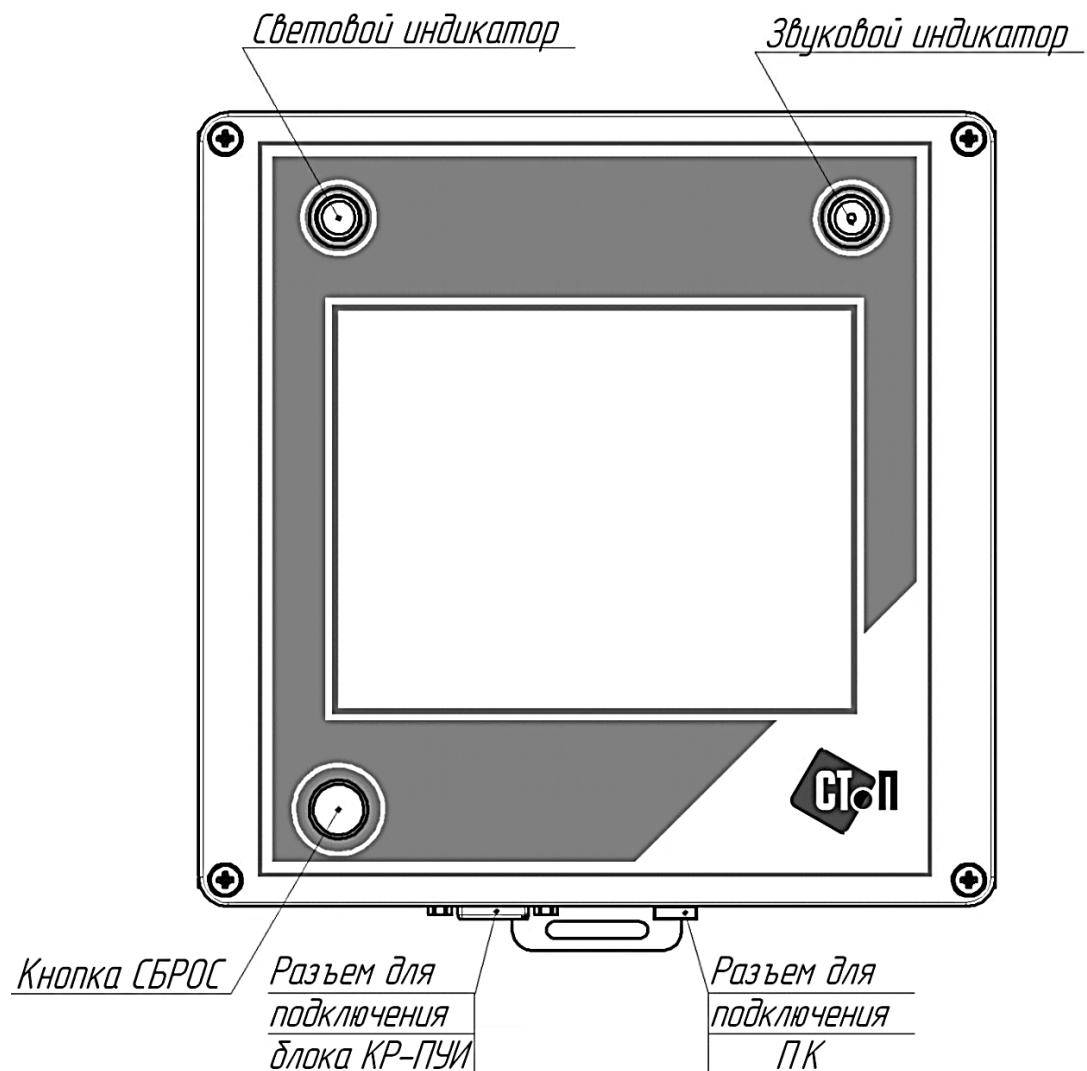

Рисунок 2 – Блок ПУИ-32-1
1.7.2 На передней панели основного блока расположены органы управления и индикации – сенсорный экран, кнопка СБРОС, световой индикатор и звуковой сигнализатор (см. рисунок 2).